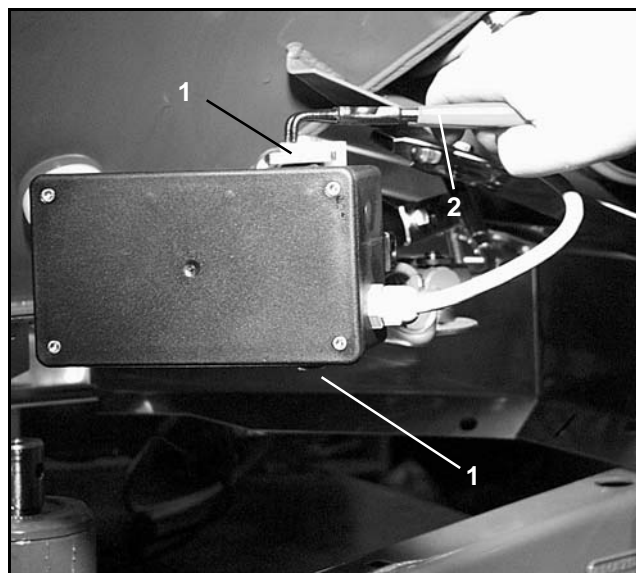

Fig. 5
- Quitar ambos sujetadores de seguridad (Fig. 5/1) con la tenaza de anillo fijador (Fig. 5/2).